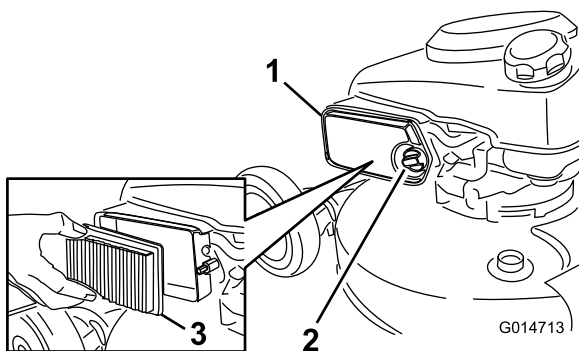

Figura 16
- Desenrosque y abra la tapa del limpiador de aire (Figura 16).